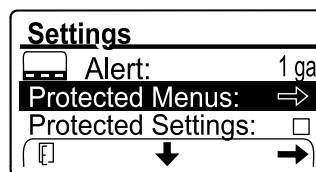

図 108
1. 保護メニュー 用の PIN 図 108を入力する アクセス制限付きメニューへのアクセス \(ページ 24\)を参照。